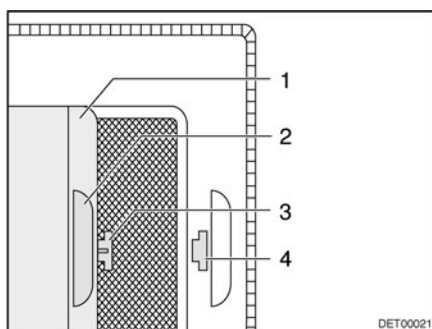

Fig. 59 Store occultant
- Tirer le store occultant (Fig. 59,1) par la poignée (Fig. 59,2) et accrocher le crochet (Fig. 59,3) dans l'ouverture (Fig. 59,4).
- Tirer le crochet (Fig. 59,3) de l'ouverture (Fig. 59,4) et laisser revenir le store occultant.